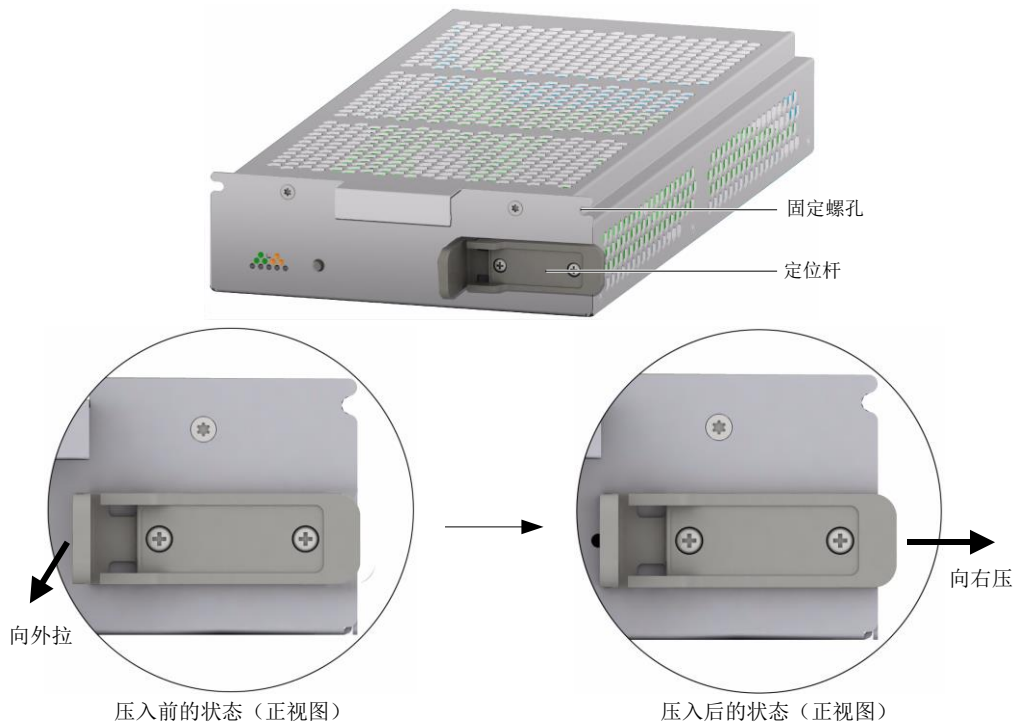

图2-19 定位杆
3. 用螺丝刀安装两端固定螺孔处的螺钉，然后向右插入定位杆，如图 2-19 所示。